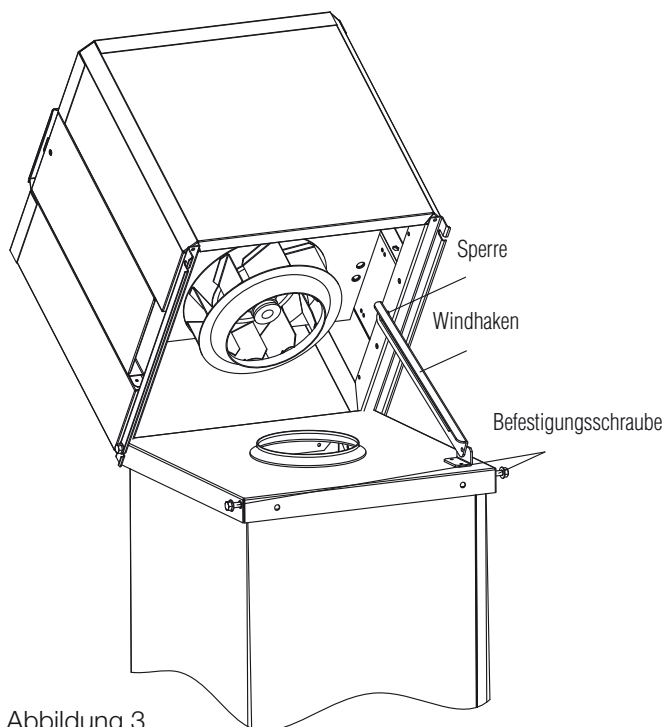

Abbildung 3
2. Lösen Sie die Befestigungsschrauben ca. 10 mm, sodaß der Ventilatorteil an den Scharnieren noch oben gedreht werden kann. Der Windhaken (1 oder 2 Stk. je nach Größe) hält den Ventilatorteil automatisch in der obersten Stellung. Abbildung 3.
5. Wenn die Wartungsarbeiten abgeschlossen sind, befreien Sie die Kippstütze durch Drücken am Sperrhaken (s. Abbildung 3) und senken den Ventilatorteil ab. Ziehen Sie die Befestigungsschrauben an. Die Reinigung der Ventilatorhaube kann auch von der Oberseite aus erfolgen, indem das Schutzgitter geöffnet wird.